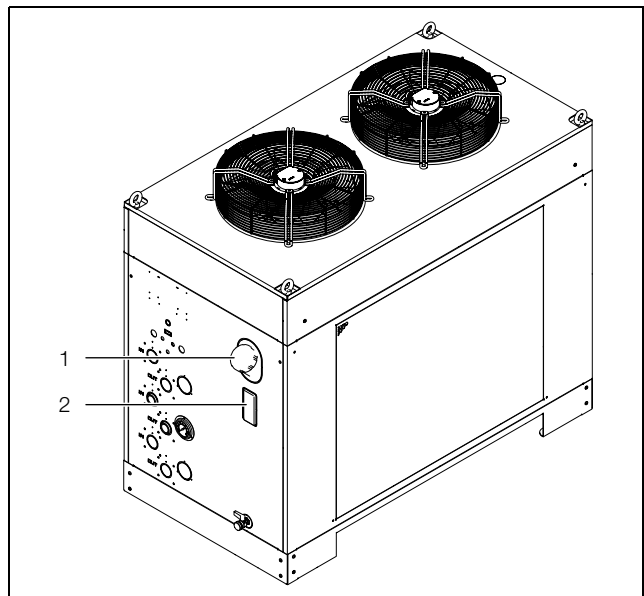

Abb. 21: Kühlmedium einfüllen
- Befüllen Sie den Chiller über den Befüllstutzen (Abb. 21, Pos. 1) des Tanks mit Kühlmedium.
- Kontrollieren Sie den Füllstand am Behälter durch die Öffnung in der Verkleidung (Abb. 21, Pos. 2).